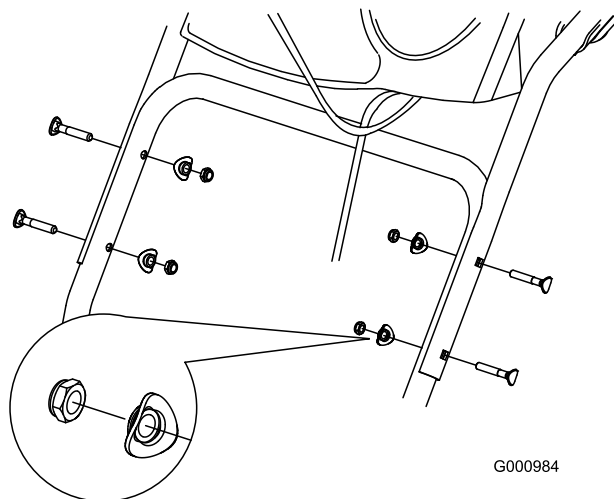

Figure 3
1. Soulevez et faites pivoter la partie supérieure du guidon pour la placer au-dessus de la partie inférieure (Figure 3).
2. Placez 2 boulons, 2 rondelles bombées et 2 contre-écrous dans les trous inférieurs du guidon (Figure 3).